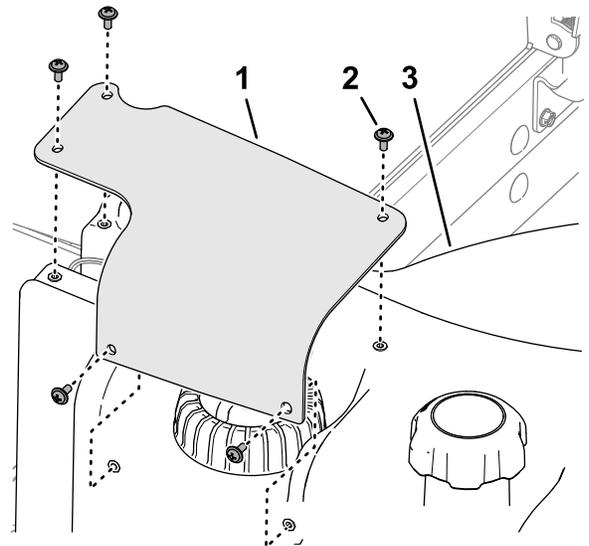

Figura 126
7. Alinee los orificios de la tapa del sensor de combustible con los orificios del depósito de combustible, y sujete la tapa al depósito con los 5 tornillos Phillips (Figura 126).